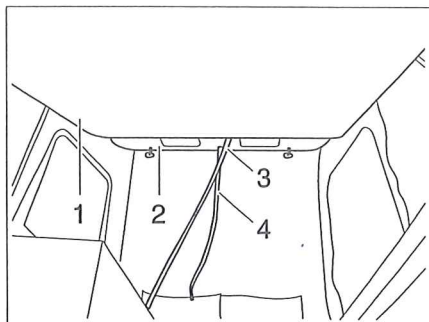

Bild 64 Säng i fälltaket
- Tryck sovtaket (Bild 64,2) uppåt i handtagen med båda händerna.
- Dra madrassen (Bild 64,1) i draganordningen (Bild 64,3) neråt tills den går i lås hörbart.
- Tryck madrassen (Bild 64,1) uppåt.
- Dra sovtaket neråt i draganordningen (Bild 64,4).